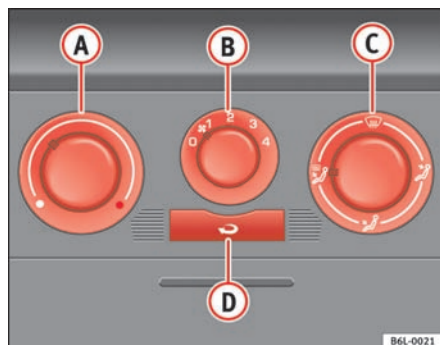

Fig. 88 På instrumentpanelet: betjeningsselementer til varmeanlæg
- Du kan indstille temperatur, luftfordeling og blæsertrin ved hjælp af kontakterne ⇒ fig. 88 A, C og B.